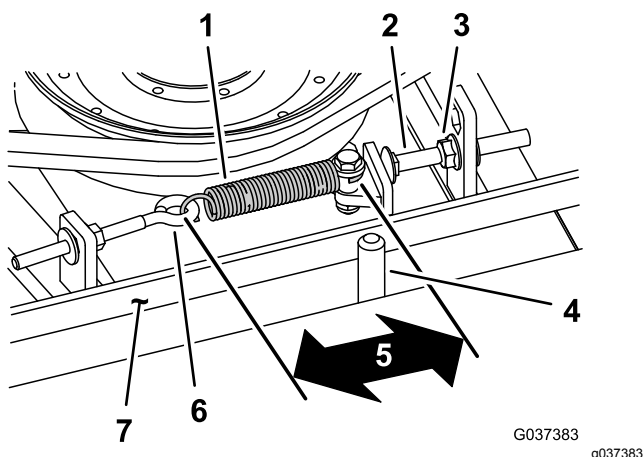

Figura 102
Quando la tensione è corretta, la misura interna della molla di prolunga (da gancio a gancio) deve essere circa 8,3 cm - 9,5 cm. Quando la tensione della molla è giusta, regolate il bullone di arresto (bullone a testa tonda) fino ad ottenere un gioco di 2 - 5 mm tra la testa del bullone ed il braccio di rinvio (Figura 102).
Nota: Verificate che la cinghia si trovi dal lato molla del guidacinghia (Figura 102).
2. Allentate il bullone ad occhio (Figura 102).
3. Allentate il dado flangiato che fissa il bullone di arresto all'aletta di montaggio e spostate la puleggia tendicinghia via dalla cinghia (Figura 102).
9. Collegate la molla di prolunga (Figura 102) al bullone ad occhio e tendete la cinghia come segue: